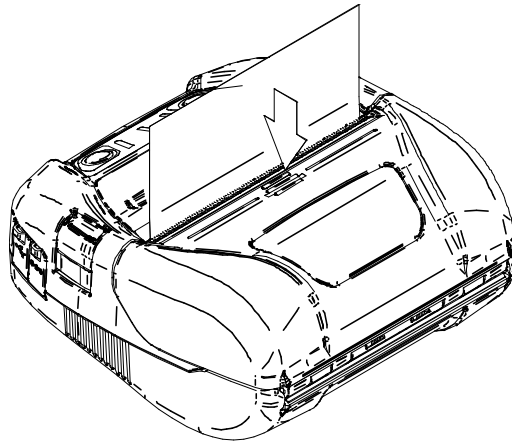

Figura 9-4 Coperchio della carta
- (4) Premere saldamente al centro del coperchio della carta (la freccia nella Figura 9-4) per chiudere il coperchio della carta.